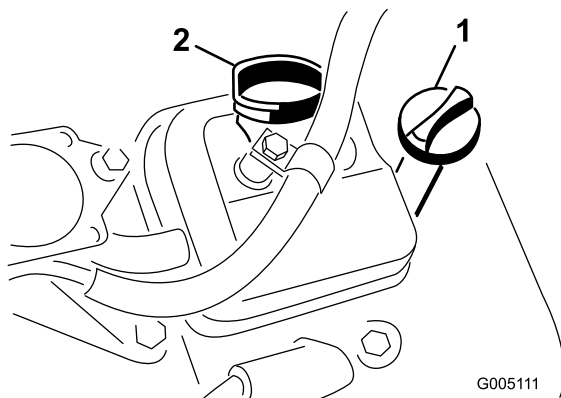

Bild 18
2. Nehmen Sie den Peilstab heraus und wischen Sie ihn mit einem sauberen Lappen ab. Stecken Sie den Peilstab in das Rohr und stellen Sie sicher, dass er vollständig eingeführt ist (Bild 18)